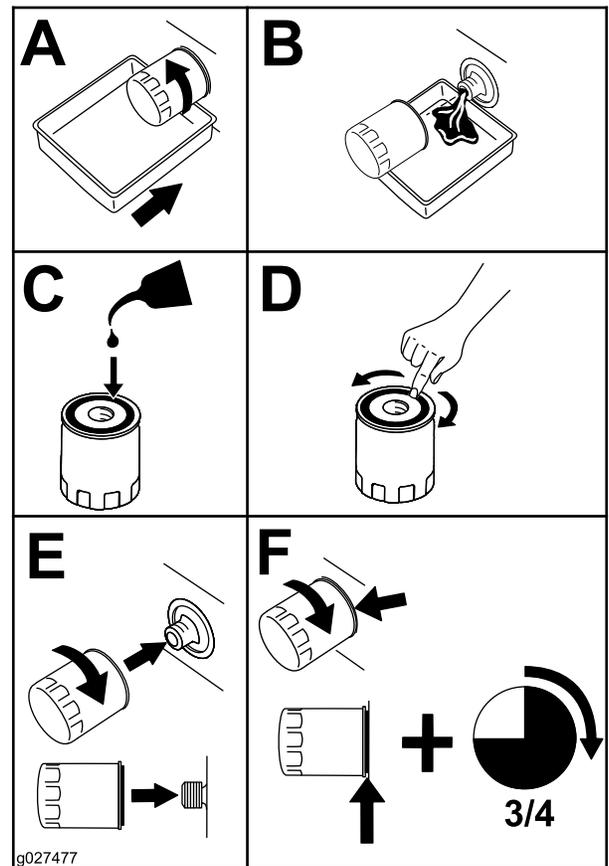

Figura 34
4. Substitua o filtro do óleo (Figura 34).